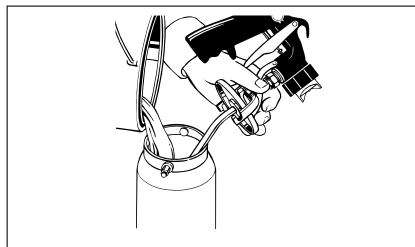

Figura 7 - Abastecendo o recipiente de tinta
2. Despeje o material no recipiente de tinta. Preencha o recipiente de material somente até 1/2 a 3/4 de sua capacidade se for necessário diluição do material (veja a Figura 7).